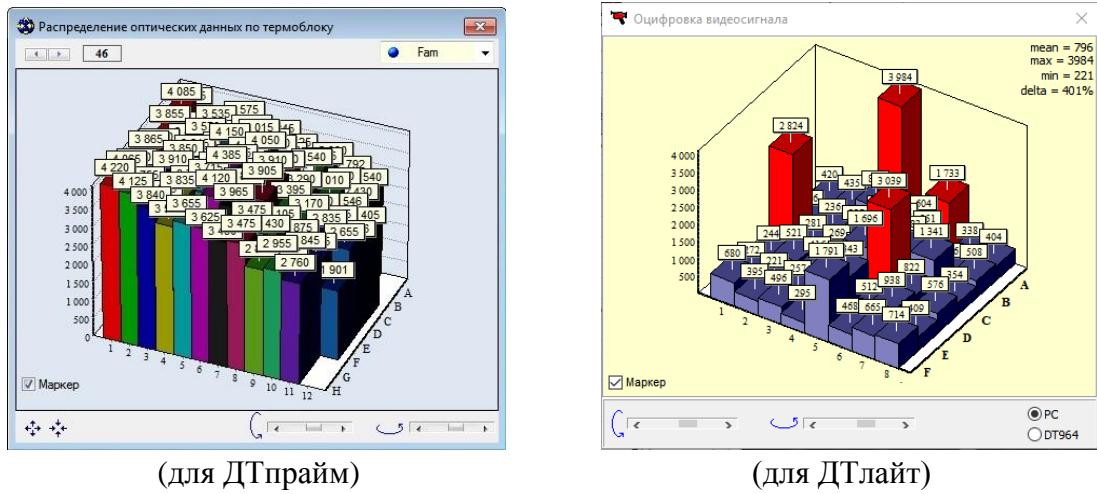

Рис. 55 Окно «Распределение оптических данных по термоблоку»
– кнопка вывода окна **Распределение оптических измерений по термоблоку** с графическим отображением текущих значений оптических измерений на данном цикле в трехмерных координатах (Рис.55).